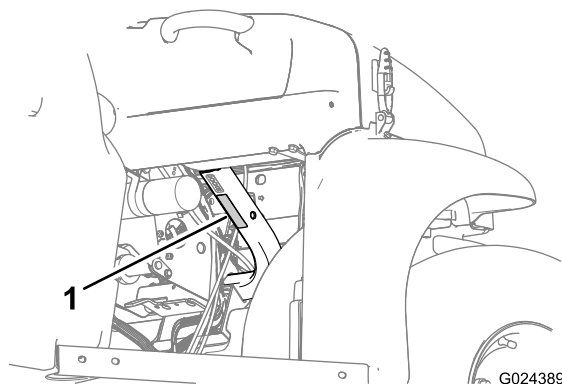

図 19
- 荷台に積むことのできる重量を守ってください。これらについては、仕様 \(ページ 16\) に記載してあります。また、車両最大定格総重量は機体の銘板に表示してあります 図 19。